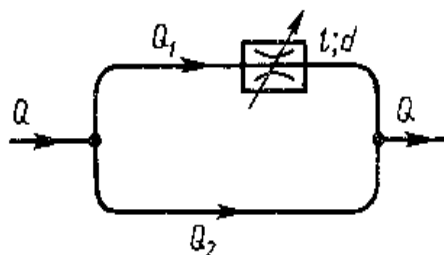

Рис.11
18. Даны расход в основной гидролинии (рис.11) $Q = 3$ л/с и размеры одинаковых по длине l и диаметру d параллельных ветвей ($l = 1$ м, $d = 10$ мм). В одной из них установлен дроссель с коэффициентом сопротивления $\xi = 9$. Считая режим течения турбулентным и приняв $\lambda_t = 0,03$, определить расходы в ветвях Q_1 и Q_2 .